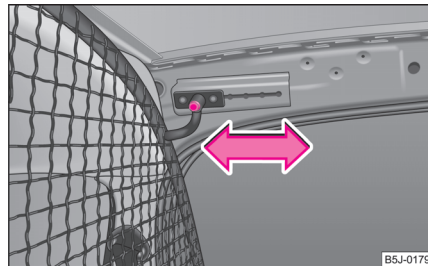
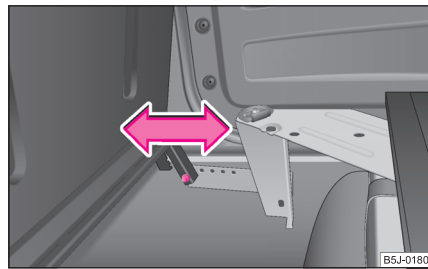

Fig. 200 Prinderea în partea de sus a peretelui despărțitor
Fig. 201 Prinderea în partea de jos a peretelui despărțitor
- Deșurubați șurubul de pe fiecare parte a părții de sus a caroseriei ⇒ fig. 200 și șurubul din partea de jos ⇒ fig. 201.